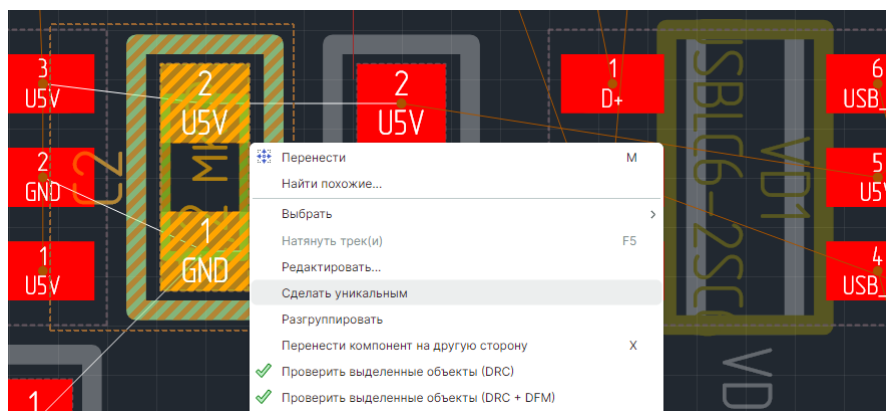

Рис. 158 Создание уникального посадочного места
2. В контекстном меню выберите команду «Сделать уникальным», см. Рис. 158.